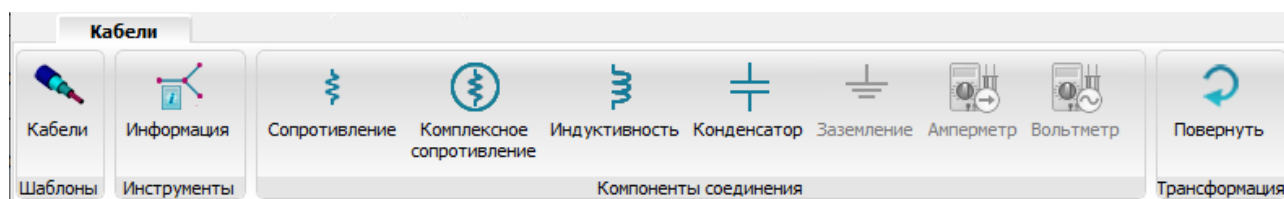

Рис. 132
16.1.4.1. Меню «Кабели» служит для задания геометрии и характеристик кабелей при создании расчетной модели БКС. Меню «Кабели» показано на рис. 132.